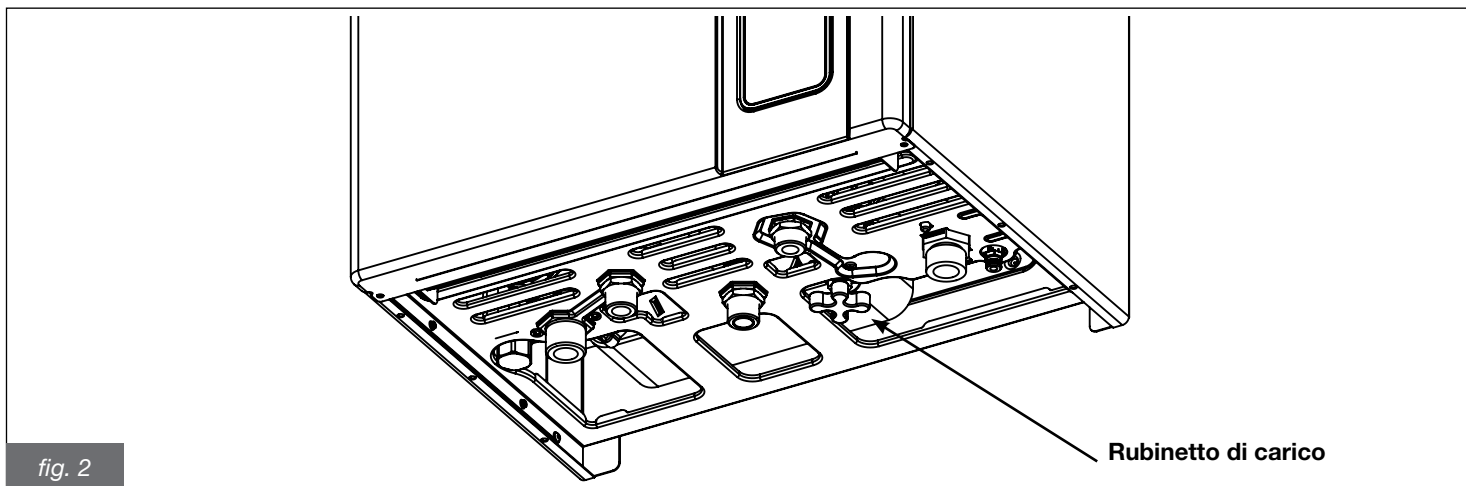

fig. 2
Nel caso dovesse lampeggiare l'errore **E04** di blocco per pressione impianto insufficiente (che segnala l'intervento del pressostato acqua di sicurezza) provvedere al riempimento dell'impianto agendo sul rubinetto di carico in fig. 2.
- ruotare la manopola del rubinetto di carico (fig. 2) in senso antiorario per permettere l'ingresso dell'acqua in caldaia;